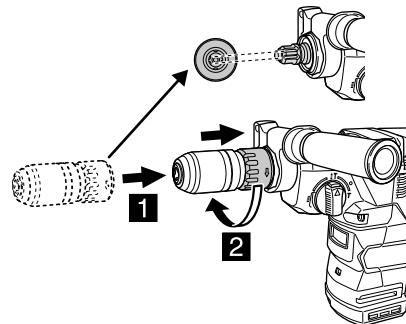

图 19
- (1) 使锁定夹卡与齿条吻合。
- (2) 推入锁定夹卡, 并按照锁定夹卡上显示的箭头方向进行旋转 (图 19)。
- (3) 试着拉出锁定夹卡, 确认已安装牢固。